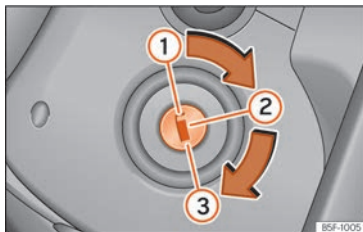

Abb. 251 Positionen des Zündschlüssels
Sollte der Motor nicht sofort anspringen, brechen Sie den Startvorgang ab und wiederholen Sie ihn nach ca. 30 Sekunden. Um den Motor erneut zu starten, drehen Sie den Zündschlüssel in Stellung » Abb. 251 zurück.
- Drehen Sie den Zündschlüssel in Stellung  **»» Abb. 251 **.
- Ziehen Sie den Zündschlüssel in Stellung  **»» Abb. 251 ** .